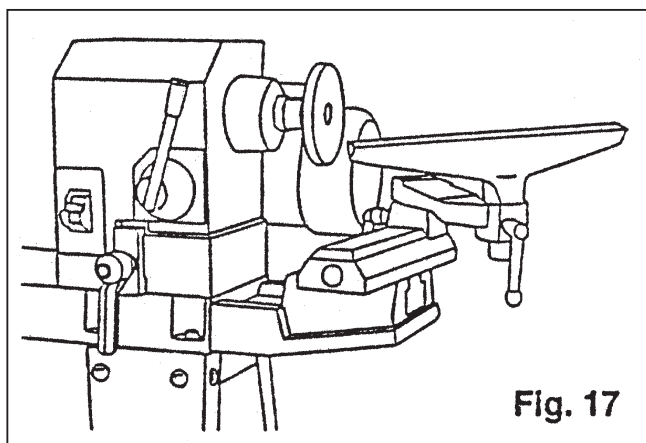

Fig. 17
1. Svarvanhåll (1) kan användas med eller utan arm (2).
2. För att flytta anhållsfästet (3), lösgör låsspaken (4), och flytta fästet från vänster till höger eller fram och tillbaka. Skruva fast spaken (4) när anhållsfästet hamnat i önskad position.
3. Vid användning av anhållsarm (2), gör nödvändiga inställningar genom att använda låsspakarna (5) och (6) för att ställa in anhållsfästet.
5. Svarvanhåll kan också omplaceras till förlängningsbädden och användas vid utombordssvarvning. (Fig. 17)